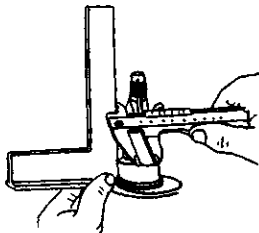

图 3-184 检查后轮毂短轴
3) 检查后轮毂短轴的弯曲程度, 用游标卡尺和直尺沿圆周方向测量直尺和轴颈的距离, 如图 3-184 所示。至少测量 3 点, 比较各次测得的读数, 不得超过 0.25mm, 否则应更换短轴。